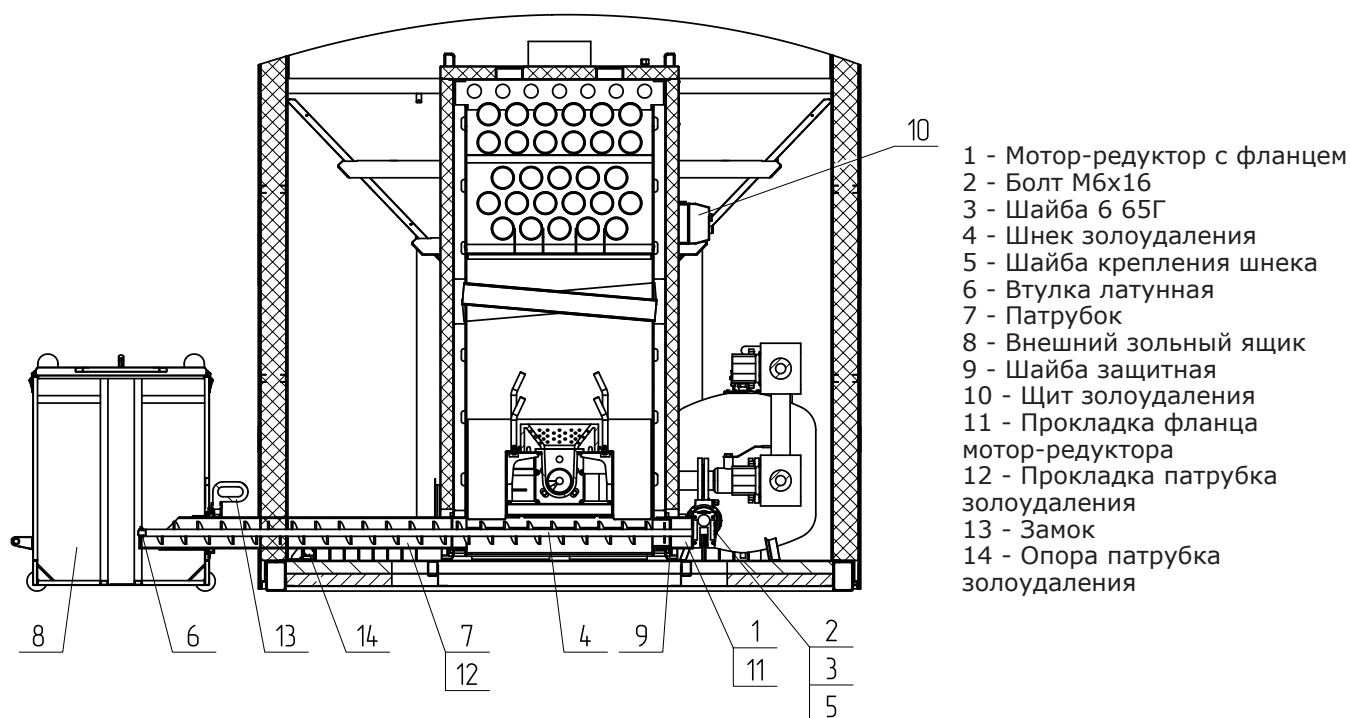

Рис.17 Монтаж механизма золоудаления
2.2. Одеть патрубок (см. Рис.17 поз.7) на шнек золоудаления (поз.4), предварительно установив в патрубок втулку латунную (поз.6). Провести шнек, не снимая патрубка, через отверстие в боковой стенке модульной котельной и сквозь котёл.